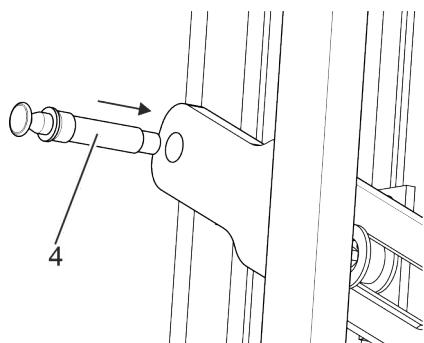

Abb. 11: Steckbolzen in Bügel
5. ➔ Bügel seitlich mit Steckbolzen (Abb. 11/4) am Innenrahmen fixieren.